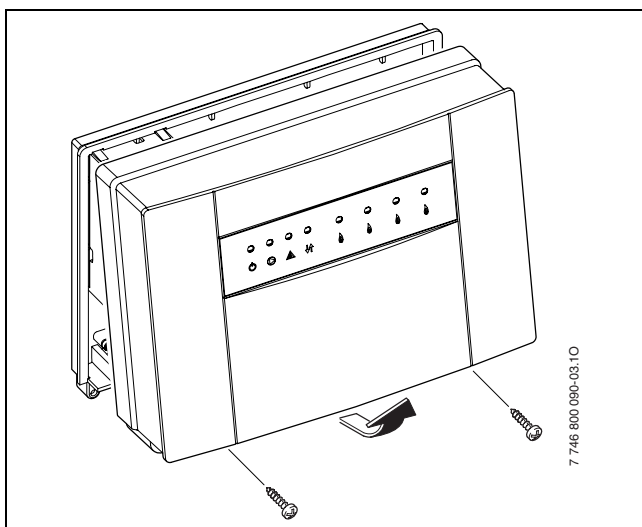

Bild 7
- ▶ Gehäuse des Moduls ICM (ICM-Master) öffnen (→ Bild 7).